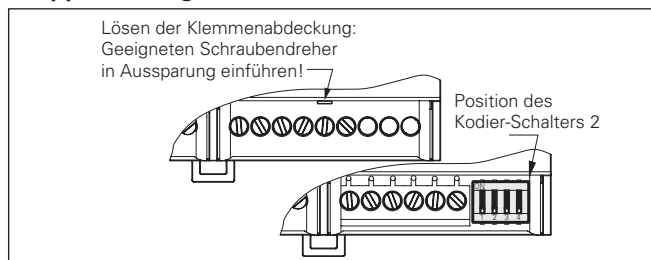

Abb. 1 Lösen der Klemmenabdeckungen (REG-Variante),
Die Gruppenbildung erfolgt mittels Kodier-Schalter 2 (Position siehe Abb. 1). Gebildete Gruppen können von einem Taster oder einer Sonnenschutzzentrale (z.B. Wisotronic) gemeinsam bedient werden.
- REG: Montieren Sie das Gerät beim Verteilereinbau auf einer symmetrischen Hutschiene (TH 35 nach EN 60715: 2001) durch Aufclipsen. Zur Erleichterung der Anschlussarbeiten können die Klemmenabdeckungen gelöst werden (siehe Abb. 1).